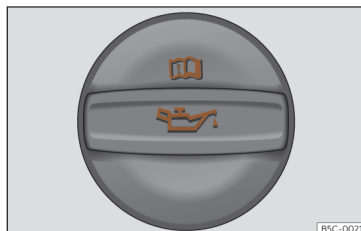

Fig. 216 Tampa do bocal de enchimento do óleo do motor no compartimento do motor.
- Localize o bocal de enchimento do óleo do motor. Reconhece-se pelo símbolo  que existe sobre a tampa >>> **Fig. 216.**
- Desenrosque a tampa do bocal de enchimento do óleo do motor >>> **Fig. 216.**